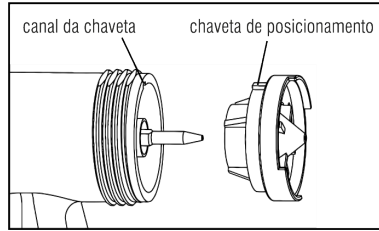

Fig. 9 - Montagem da capa de ar
- Para remontar a capa de ar deve-se encaixar a chaveta de posicionamento no seu encaixe, conforme Fig. 9. Remonte os demais componentes;